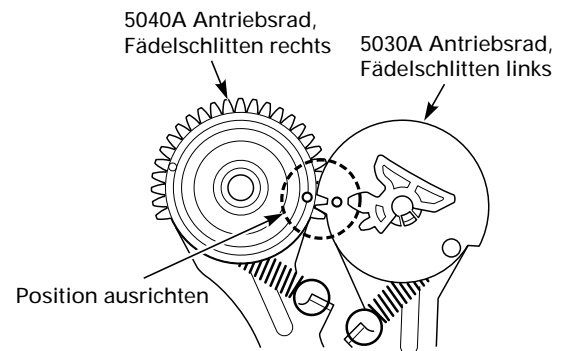
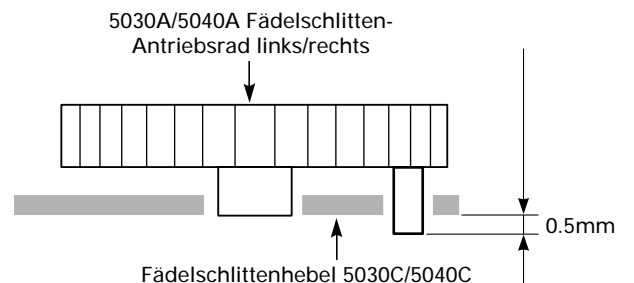

Fig. 8.26
Fig. 8.27
**Hinweis:** Die Fädelschlittenantriebsräder (Pos. 5030A und 5040A) in der in Fig. 8.26 dargestellten Position einbauen. Beim Einsetzen der Fädelschlittenantriebsräder (Pos. 5030A und 5040A) und der Fädelschlittenfedern (Pos. 5030B und 5040B) darauf achten, daß die Federhaken der Fädelschlittenantriebsräder (Pos. 5030A und 5040A) 0,5mm überstehen (Fig. 8.27).